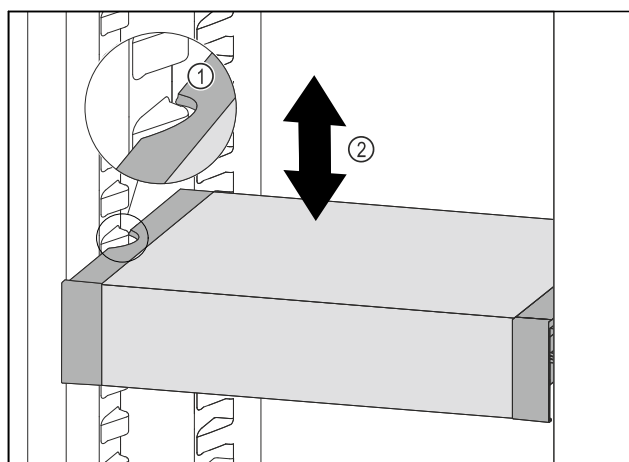

Fig. 204
- ▶ VarioSafe w chłodziarce przesunąć w górę lub w dół, aż zostanie osiągnięta żądana wysokość. Fig. 204 (2)